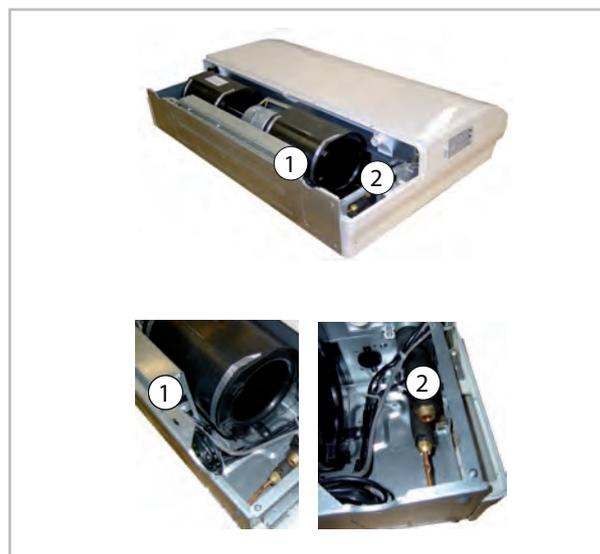

Abb. 44: Anschluss des Innengerätes
1. ➤ Die Anschlussklemmleiste befindet sich auf der rechten Innenseite des Gerätes (Abb. 44)